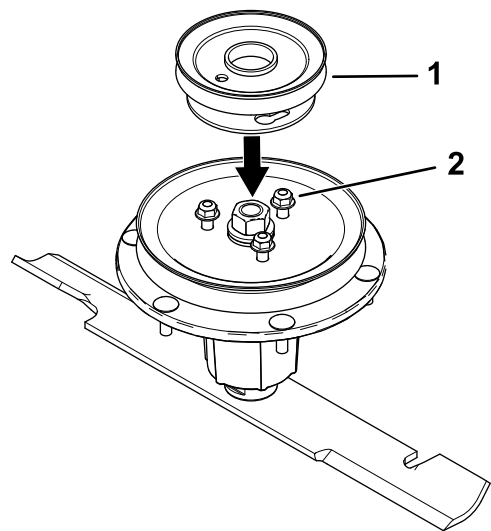

Figure 11
6. Placez la nouvelle poulie de sorte à pouvoir engager ses ouvertures sur les écrous (Figure 11).